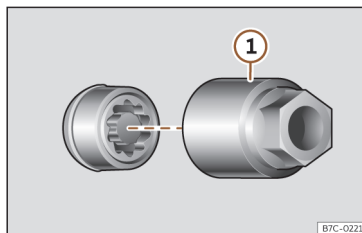

Fig. 199 Parafuso antirroubo com capa de proteção e adaptador.
- Encaixe o adaptador especial >>> **Fig. 199** ① (ferramenta de bordo >>> Página 291) no parafuso antirroubo da roda até ao limite.